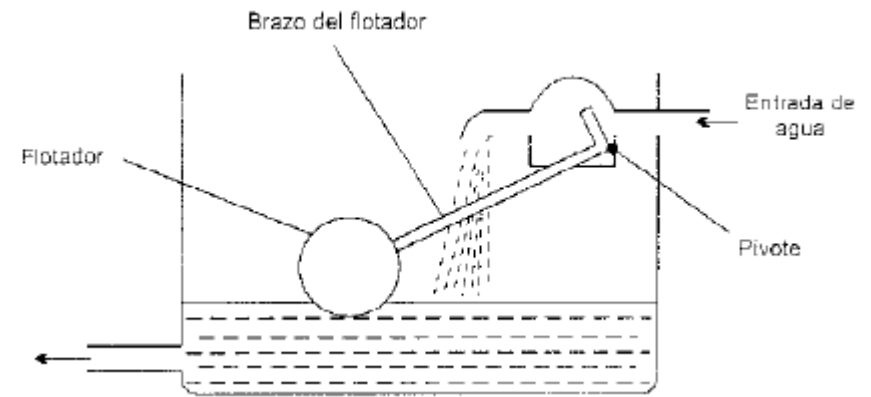

Figura 1.13 Control automático del nivel de agua en un tanque
1. La figura 1.13 muestra un ejemplo de un sistema de control sencillo utilizado para mantener constante el nivel de agua en un tanque.